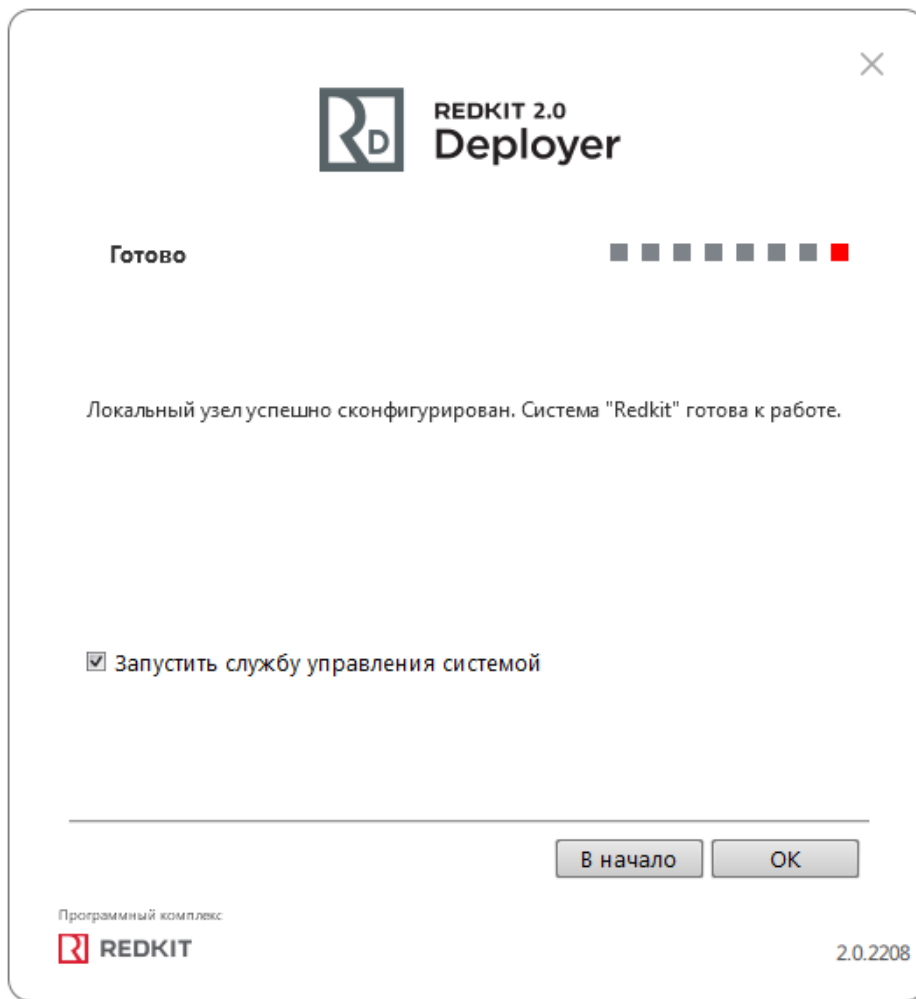

Рисунок 111 - Окончание конфигурации
16. Заполните чекбокс у команды **Запустить службу управления системой** и нажмите **ОК** (Рисунок 111). Если у вас была установлена система ранее, то сначала появится окно сохранения текущей конфигурации: выполните действия в нем согласно разделу Сохранение текущей конфигурации.